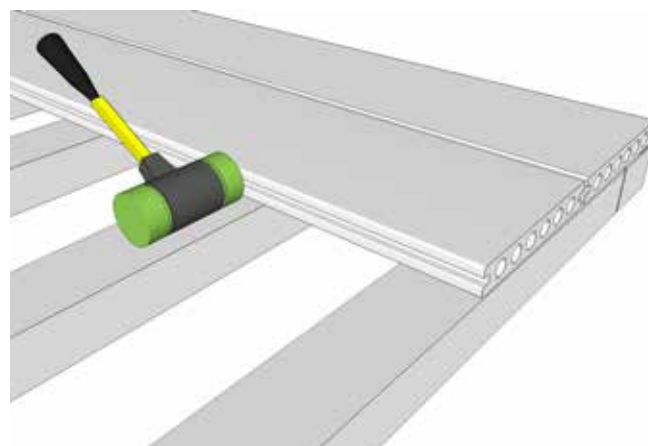

Figura 13
- 4 Usa un martillo de madera de goma para empujar la grapa fija hacia el piso como se muestra en la Figura 13: